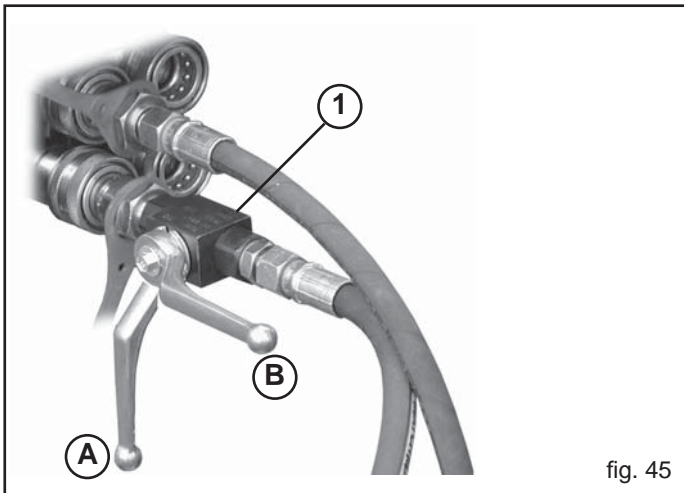

fig. 45
Die öldynamische Druckkölleitung ist mit einem Hahn ausgestattet (1, Abb. 45), der verwendet wird, um den Spurreißerbetrieb auszuschließen. **Beim Transport der Sämaschine auf der Straße muss der Griff des Hahnes sich in Position A (Abb. 45) befinden, um ein unbeabsichtigtes Öffnen des Spurreißers zu verhindern;** bei der Arbeit muss dieser Griff sich dagegen in Position B befinden. Wenn die Anlage nicht verwendet wird, sind die Schnellanschlüsse mit den speziellen Kappen zu schützen und die öldynamischen Schläuche sind in die speziellen Halterungen zu hängen.
- 5) Vor dem Einschalten der Spurreißvorrichtung ist die Sämaschine auf den Boden abzusenken und der Hebel des Hahnes ist in die Position (B) zu bringen (Abb. 45).
- 8) Den Hebel des Hahnes in Position (A) bringen (Abb. 45).